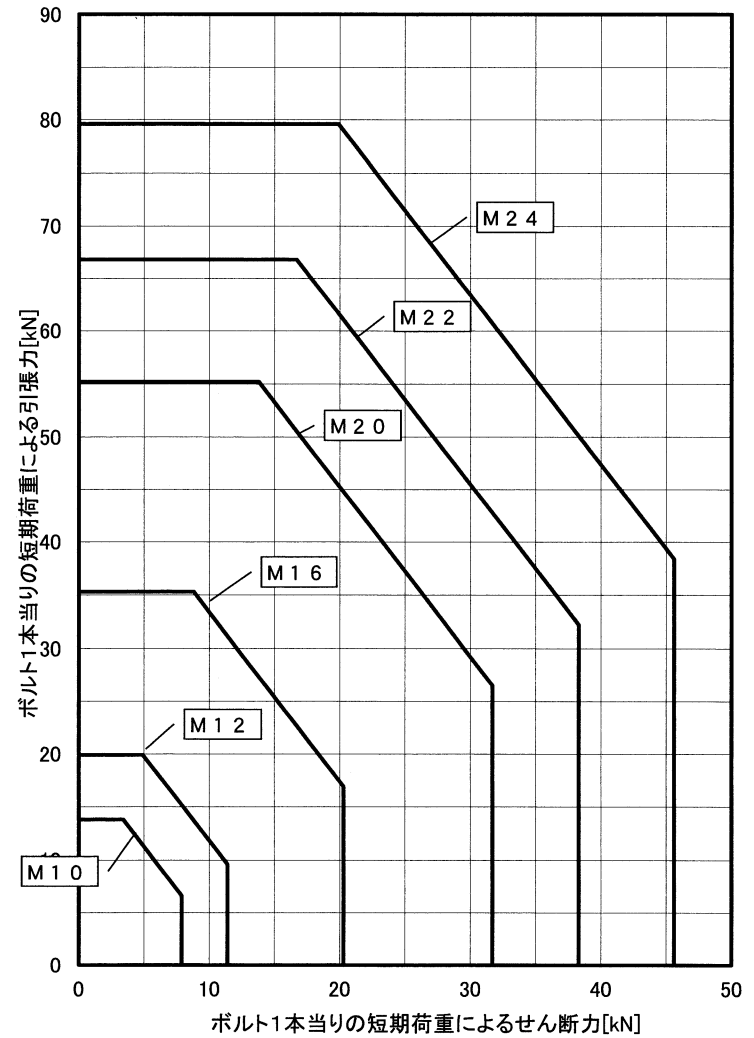

図1. ボルト(SS400)許容組合せ応力図
1. 表1及び図1は、『建築設備耐震設計・施工指針2014年版(日本建築センター)』から抜粋。